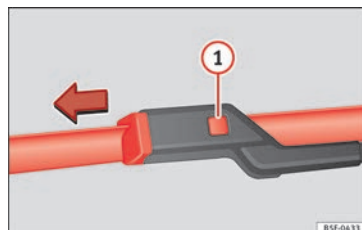

Fig. 79 Remplacement des balais d'essuie-glace.
- Maintenez la touche de déverrouillage » fig. 79 ① enfoncée en tirant légèrement le balai dans le sens de la flèche.